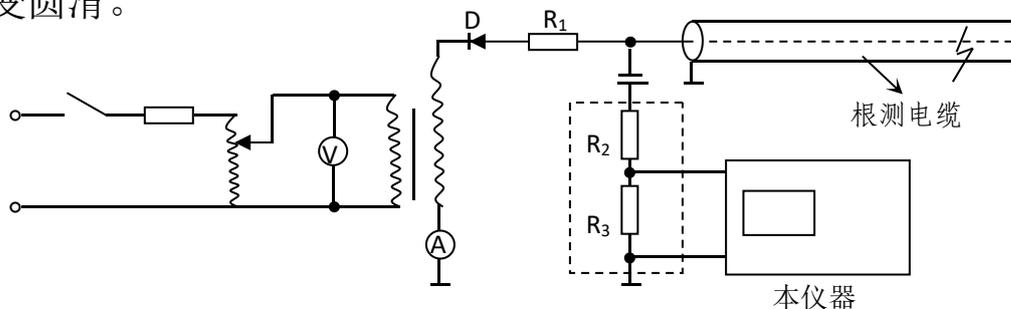
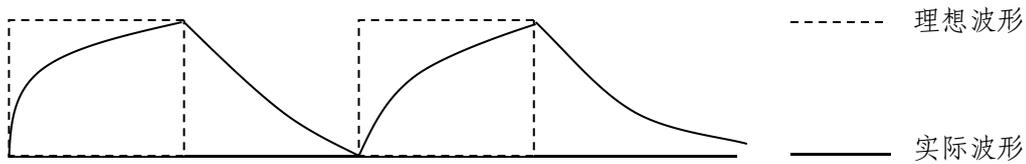
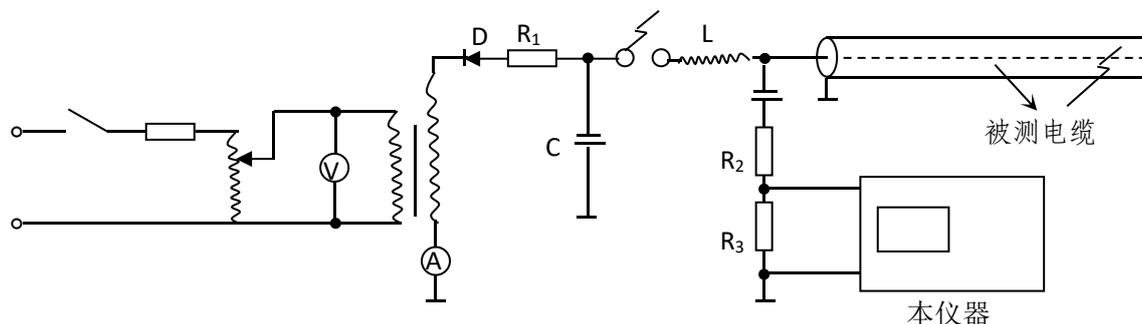

图 2 直流高压法测试原理图
图3 直流高压法波形图
图 8 冲击高压法测试原理图
当故障电阻极高，尚未形成稳定电阻通道之前，可利用逐步升高的直流电压施于被测电缆。至一定电压值后故障点首先被击穿，形成闪络，利用闪络电弧对所加入电压形成短路反射，反射回波在输入端被高阻源形成开路反射。这样电压在输入端和故障点之间将多次反射，直至能量消耗殆尽为止。测试原理线路图如图 2 所示，线路的反射波形如图 3 所示。
4) 直闪法的测试原理图如图 2。在实际测试时利用高压设备和本公司高压测试装置，按图 8 所示线路连接。
5) 接通仪器电源，屏幕出现视窗。然后逐步调节调压器升高测试电压，当故障点产生闪络现象时，毫安表中电流突然增大，电压表指针抖动。显示屏上应出现图 3 所示波形。由图 3 可知， $t_1 \sim t_2$ 间为故障距离。